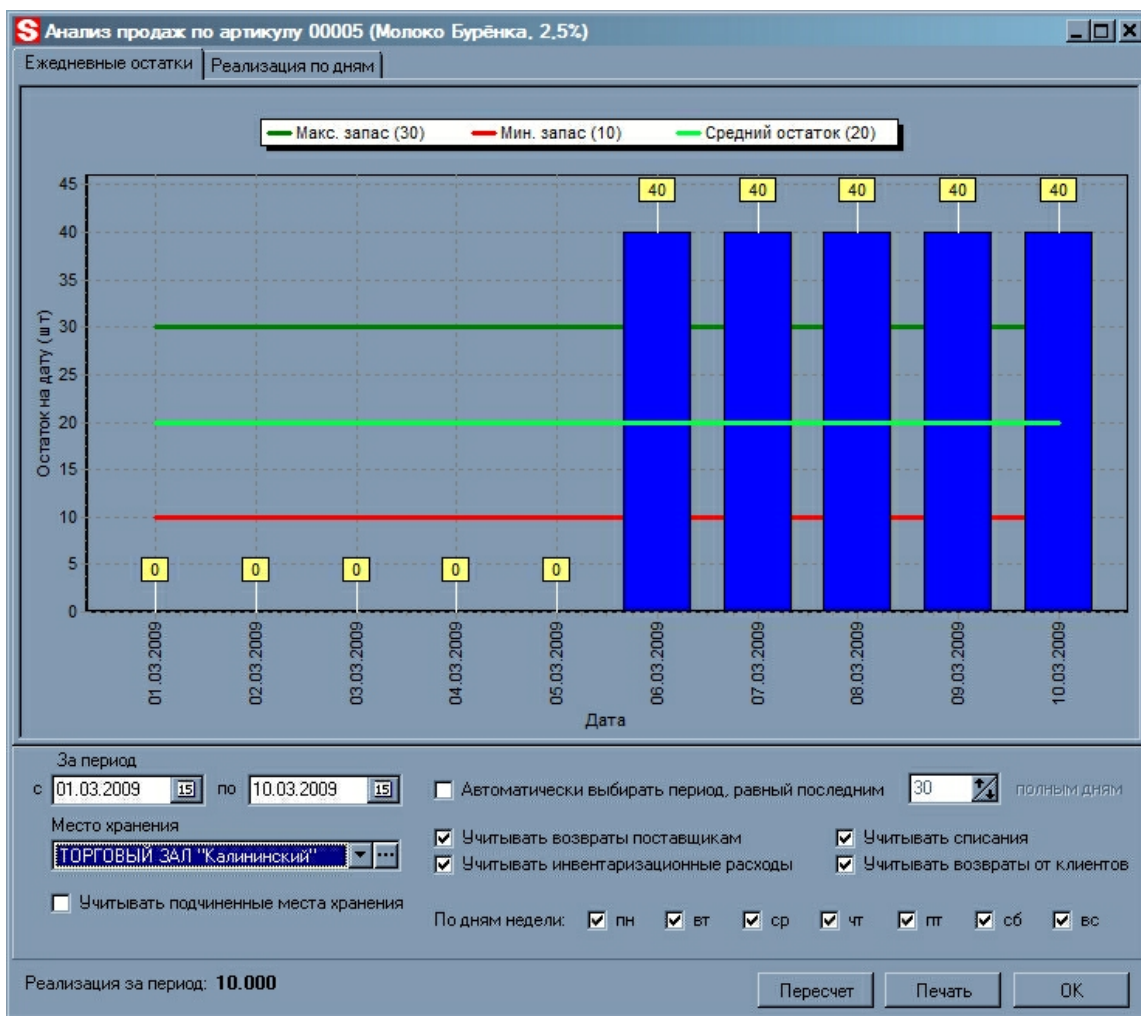

Рис. 6
1. Анализ продаж по артикулу позволяет пользователю просмотреть определенную информацию о товаре (по умолчанию рассматривается текущее место хранения): ежедневные остатки товара, реализацию товара по дням. Информация представлена в удобном графическом виде, с указанием уровней минимального и максимального запасов товара и средних значений реализации и остатков за период (см. рис. 6).